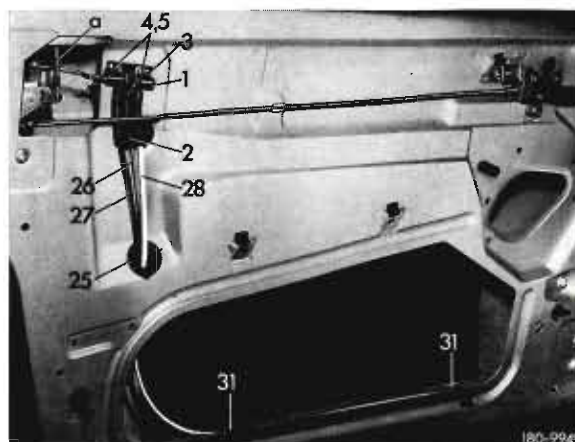

Bild 1
- 9 Von den Schläuchen (2) jeweils sechs 90 mm, sechs 50 mm und sechsundzwanzig 30 mm lange Verbindungsstücke abschneiden.
- 10 Drei 50 mm lange Verbindungsstücke (2) und den Bügel (39) am Unterdruckschalter (1) montieren. Anschließend Schaumstoffklebeband (40) am
Unterdruckschalter (1) so ankleben, daß es zwischen Türe und Unterdruckschalter (1) zur Anlage kommt (Bild 1).
11 Unterdruckschalter (1) mit den Teilen (3 bis 5) an der linken Fahrtüre anschrauben, dazu Zug- und Sicherungsstange (a) aushängen. Anschließend Gummitülle (25) einsetzen (Bild 1).
28 Unterdruckleitung gelb (26) 2 000 mm lang vom Verteilerstück (18) im Motorraum durch die linke Vorderwandsäule zum Unterdruckschalter (1) der linken Vordertüre verlegen und anschließen (Bild 1 und 14).